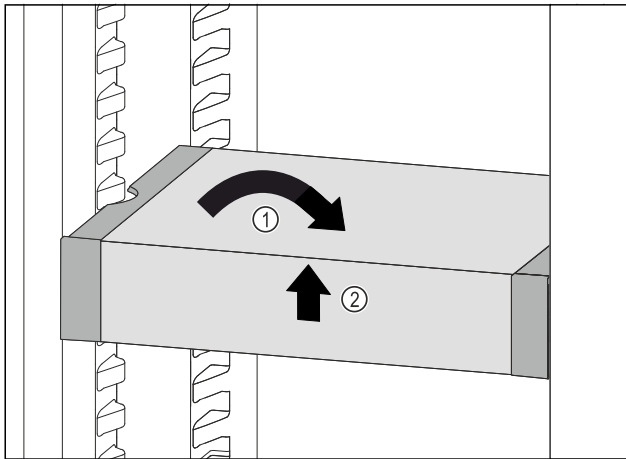

Fig. 158
- ▶ VarioSafe gerade stellen. Fig. 158 (1)
- ▶ VarioSafe vorne anheben. Fig. 158 (2)